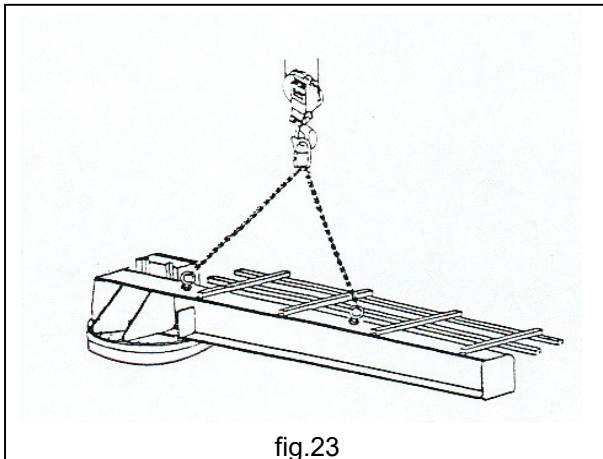

fig.23
3. Eslingar el brazo en los puntos predeterminados como se indica en la (fig.23), y levantarlo con los medios adecuados para esta finalidad, o puente grúa o grúa móvil y eslingas correspondientes de capacidad y características adecuadas según la masa por manipular, teniendo cuidado de mantener la viga de deslizamiento horizontal con respecto al suelo. Tenga cuidado de no dañar el panel de mando, la instalación eléctrica de alimentación de cables festoons (canales, cables, etc.) y el motorreductor de rotación que, generalmente, ya están montados en el brazo.